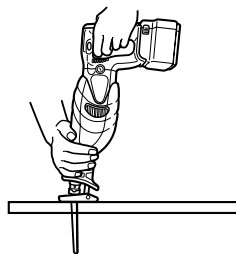
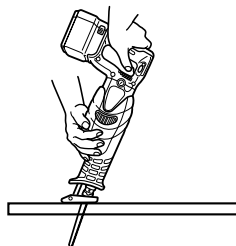

Fig. 27
Fig. 28
- (3) Sujete el cuerpo firmemente hasta que la hoja de sierra penetre completamente dentro del material (Fig. 27, Fig. 28)